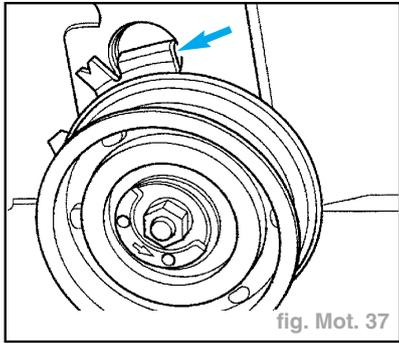

fig. Mot. 37
- Tenir compte de la position du galet tendeur semi-automatique. La griffe de maintien (flèche) doit venir prendre dans la découpe de la culasse (fig. Mot. 37).